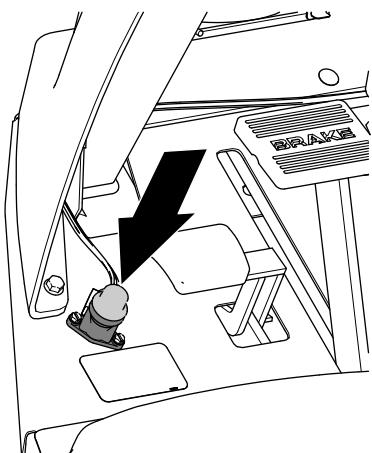
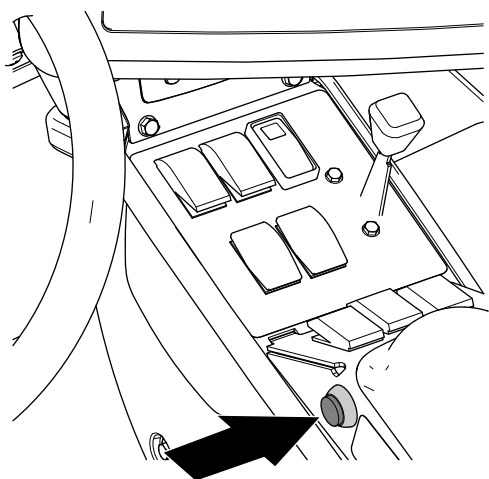
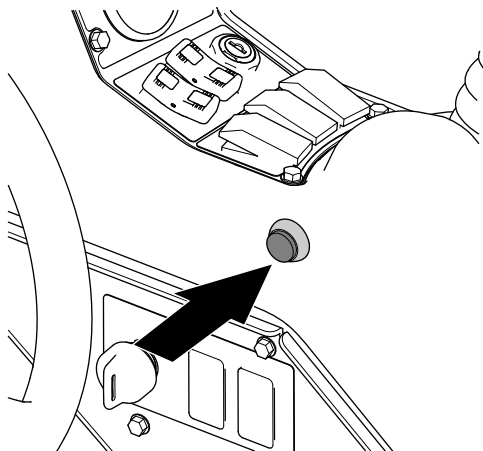

図 91
図 92
図 93
**注** マスターブームスイッチは以下の場所にあります 図 91、図 92または図 93を参照。